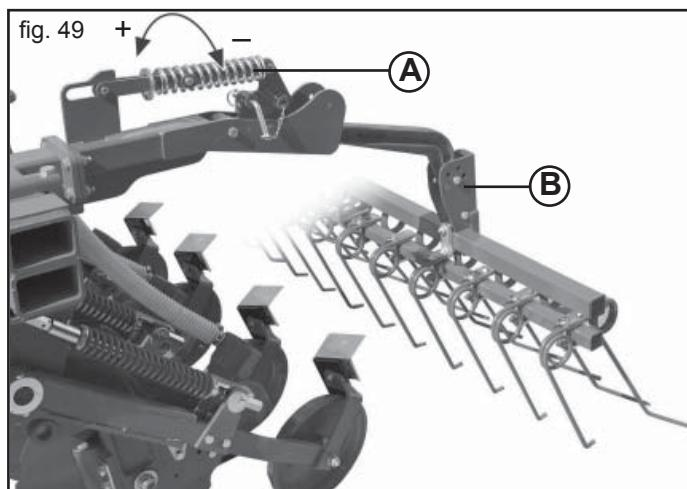

fig. 49
Presiunea de lucru a dintilor cu arc ai grapei de acoperire a semințelor, poate fi schimbată prin rotirea arcului aflat pe brațul superior (A, Fig. 49). Schimbăți poziția bolțurilor (B), variază unghiul de incidență ai dintilor cu arc (Fig. 49).